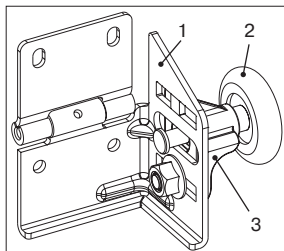

Рис. 13.1
- 2) установить и закрепить к секции боковые петли. Петля поставляется в сборе и состоит из кронштейна (1) и ходового ролика (2), ось которого размещается в корпусе (3). Корпус закреплен к кронштейну при помощи винта и гайки (рис. 13.1).